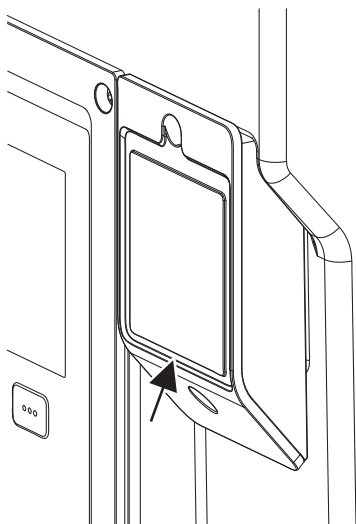

Fig. 28: Wilo-Smart Connect BT modulio dangtis
1. Atlaisvinkite „Wilo-Smart Connect“ modulio dangčio varžtą ir atidarykite dangtį (Fig. 28).
Dėl tam tikrų konstrukcinių elementų, Wilo-Smart Connect BT modulį galima prijungti tik viena kryptimi. Daugiau nėra papildomų modulio pritvirtinimo būdų. „Wilo-Smart Connect“ modulio dangtis (Fig. 28), esantis elektronikos modulio viršutinėje dalyje, sąsajoje tvirtai laiko modulį.